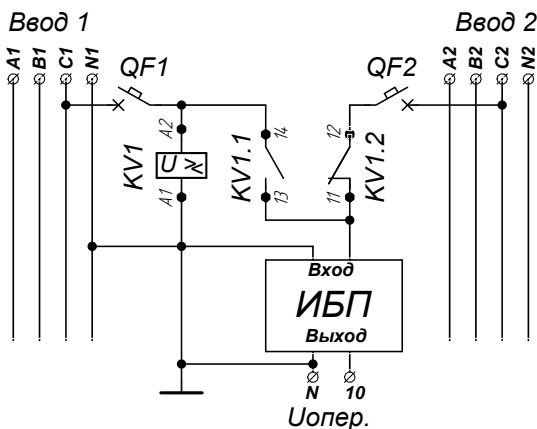

Рис. 6 Схема получения оперативного питания с использованием реле напряжения и UPS
5.5.2. Схема получения оперативного питания с использованием реле напряжения и источника бесперебойного питания (ИБП), рис.6. ИБП питается от одной из фаз любого ввода. Шинка оперативного питания подключается к выходу ИБП. ИБП постоянно обеспечивает оперативным питанием цепи управления АВР независимо от наличия напряжения на питающих вводах.